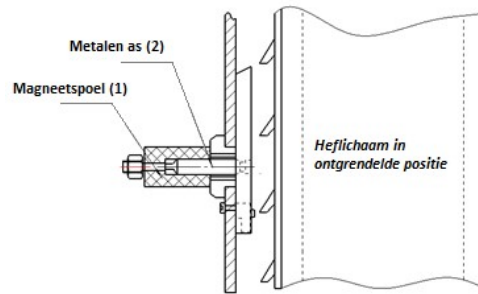

Abb.22
Bedienen Sie die Schaltfläche "senken"(3, Abb.22), Die Brücke hebt sich erst ein Stück damit die Magnetklappe der Pumpe die Hydraulischen Zylinder öffnen kann. Folgend entsperrt sich die Sicherheitssperre. Das Senken der Brücke wird ca. 1 bis 2 Sekunden verzögert durch die Magnetklappe. Gleichzeitig wird der Motor ausgeschaltet! Das Fahrzeug senkt bis an dem Fuß-Schutzmodus.
Während dem senkvorgang funktioniert die Magnetspule (1), unter Spannung. Dies bewirkt dass die Metall Achse(2) und der Sperrkörper (4) eingehalten werden (Abb.22). Die hervorragenden Flächen des Hubkörpers (6) gleiten Widerstandslos an dem Sperrkörper (4) entlang. Die Brücke kann Reibungslos in die gewünschte Position runtergefahren werden.